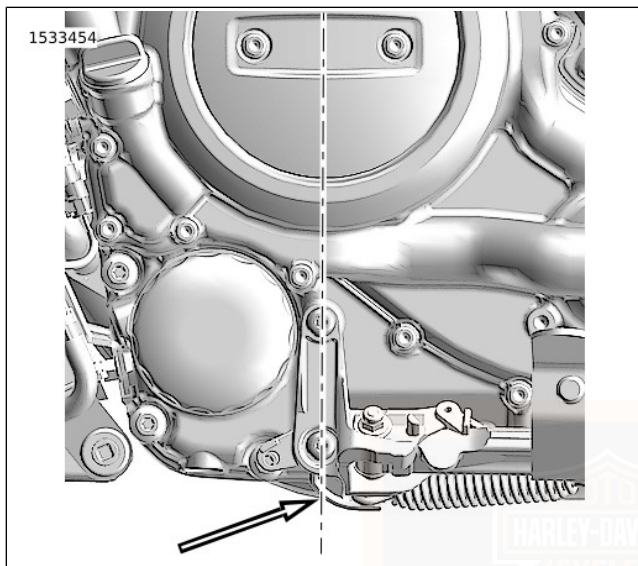

Abbildung 51. Mittellinie der Kurbelwelle
- *Siehe Abbildung 51. Beim Anheben des Motorrads von unten heben Sie es immer direkt unter der Mittellinie der Kurbelwelle an. Legen Sie Holz zwischen Motorrad und Hebevorrichtung.*